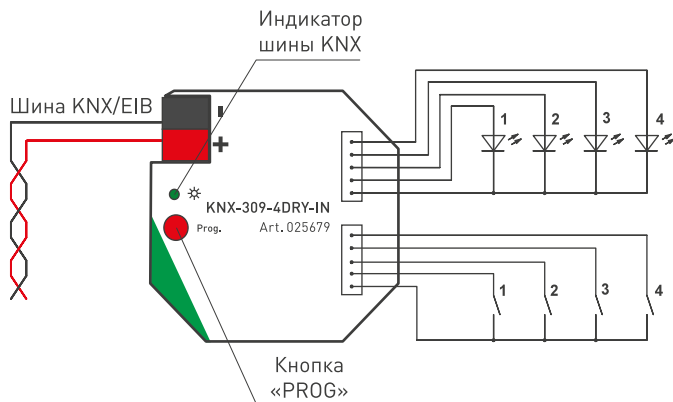

Рисунок 1. Схема подключения конвертера.
- Коротко нажмите кнопку «**PROG**» на конвертере (см. Рисунок 1) для перевода устройства в режим программирования. При этом индикатор состояния шины KNX рядом с кнопкой начнет мигать красным, начнется загрузка программы.